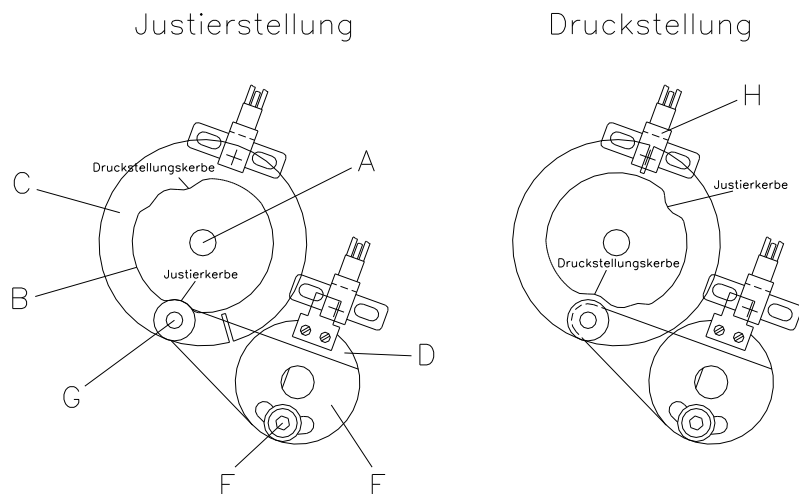

Abbildung 22
Auf der Skizze (siehe Abbildung 22) ist die Welle des Optimierungsmotors (A) mit Andruckkurve (B) und Schaltscheibe (C) von hinten zu sehen. Darunter sitzt der Lagerring (D) mit aufgesetzter Lagerplatte (E).
4. Inbusschraube (F) ca. 1 Umdrehung lösen, bis die Lagerplatte (E) mit dem aufgesetzten Kugellager (G) frei beweglich ist.
6. Lagerplatte (E) mit Kugellager (G) in die Justierkerbe der Andruckkurve drücken, so dass kein Spiel mehr vorhanden ist. Inbusschraube (F) fest anziehen.
10. Motorwelle mit Andruckkurve und Schaltscheibe von Hand nach links und rechts drehen, bis ein leichter Widerstand zu spüren ist. Bewegt sich der Schlitz in der Schaltscheibe jeweils rechts und links geringfügig aus der Lichtschranke (H), ist die Andruckkurve korrekt eingestellt.